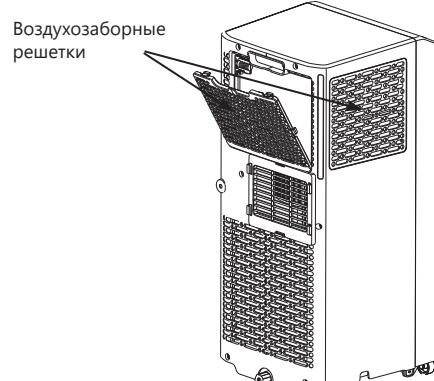

Рис. 25
- Откройте крышку воздухозаборной решетки и извлеките фильтры согласно рис. 25.